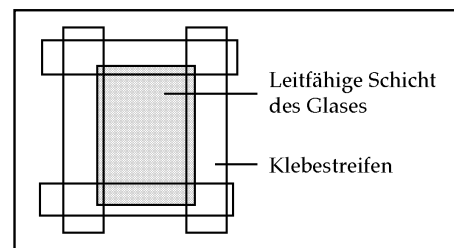

Abb. 3: Verteilen der TiO_2 -Schicht
6. Geben Sie drei Tropfen der TiO_2 -Lösung auf die vom Klebestreifen freibleibende Schicht und verteilen Sie sie gleichmässig, indem Sie mit einem Glasstab vorsichtig und langsam, aber gleichmässig über das Glas rollen (Abb. 3). Dadurch wird eine TiO_2 -Schicht mit einer Schichtdicke von 40-50 μm gebildet.